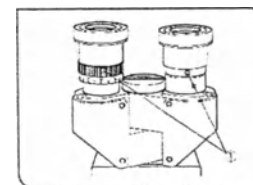

Рис. 19
(рис. 19)
4. Проверьте центрирование, откройте полевую ирисовую диафрагму до того, как изображение достигнет границ поля зрения. Если изображение точно не вписывается в поле зрения, отцентрируйте заново (рис. 19).